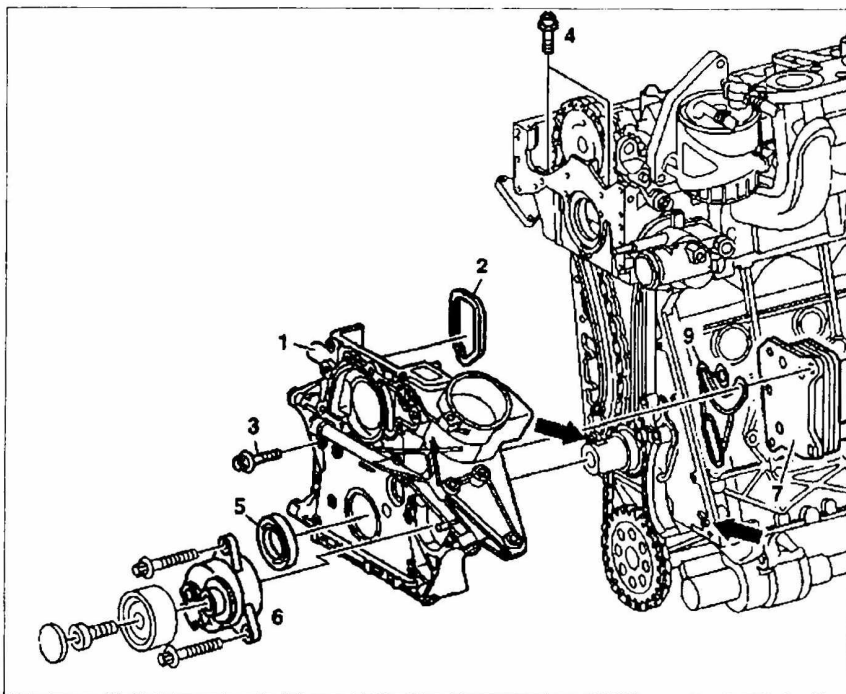

Рис. 8. Снятие и установка крышки ГРМ:
14. Отсоедините патрубок **8** от масляного радиатора (рис. 8).